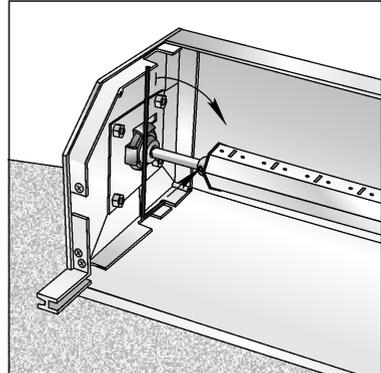

Abb. 20
- Kapsel in die Welle einstecken und sie dort durch Anziehen der Einstellschraube befestigen (Abb. 20);